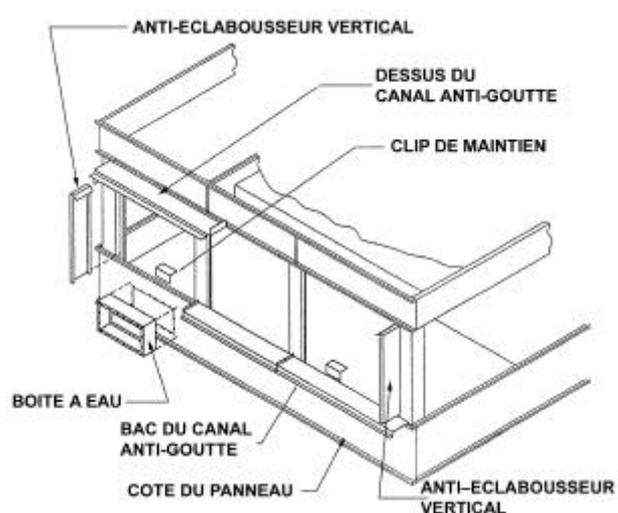

Figure 8 - Mise en place du Canal anti-goutte et des Anti-eclabousseurs.
11. Placer les anti éclabousseurs verticaux dans le coin des supports verticaux. Fixer l'anti éclabousseur en utilisant les vis autotaraudeuses de 8 mm. Sur les unités en inox, fixer l'anti éclabousseur vertical en utilisant des boulons de 8 mm, écrous, rondelles en inox.(voir Figure 8).